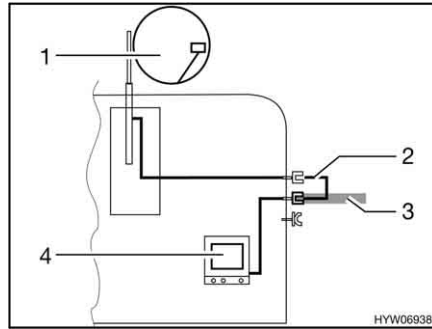

Fig. 123 TV nel veicolo
- TV nel veicolo (Fig. 123,4): Collegamento all'antenna del tetto (Fig. 123,1) con cavo di collegamento (Fig. 123,2)
- TV nel veicolo (Fig. 123,4): Collegamento a antenna esterna (Fig. 123,3)